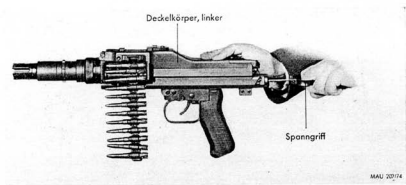

Abb. 74: MG 81; Festhalten des Schlosses beim Öffnen des Deckels
C. Störungen und ihre Beseitigung (Abb. 74).
1. Verhalten bei Störungen (Abb. 74)